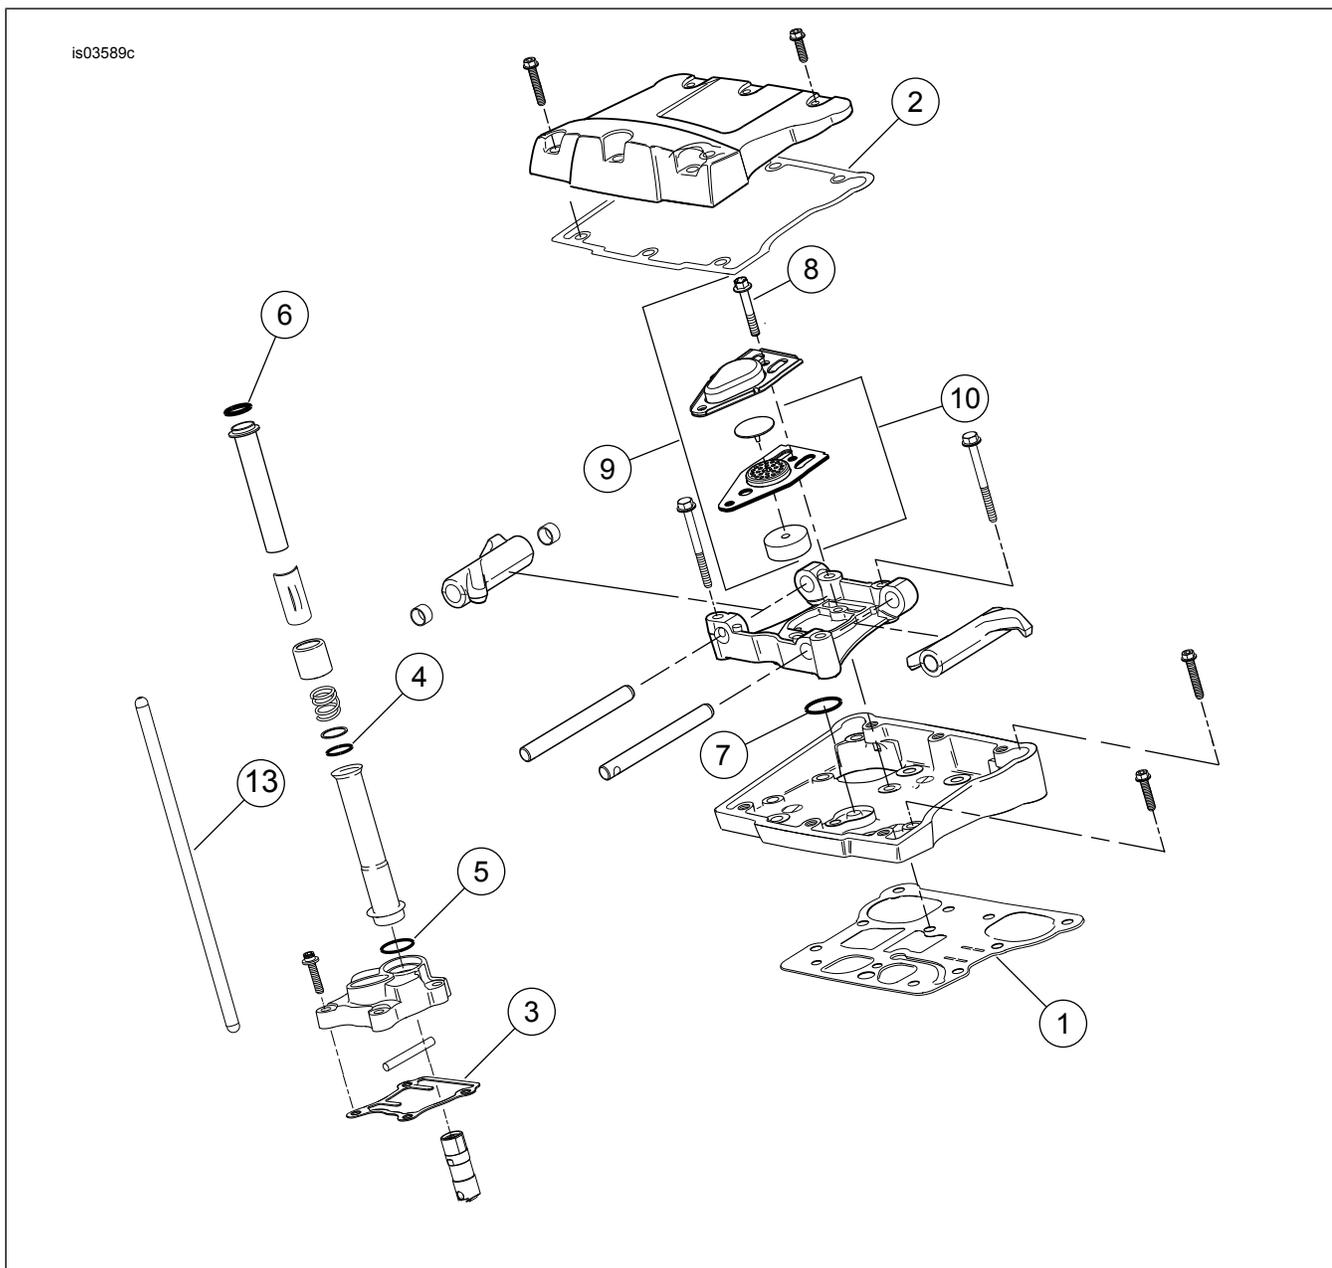
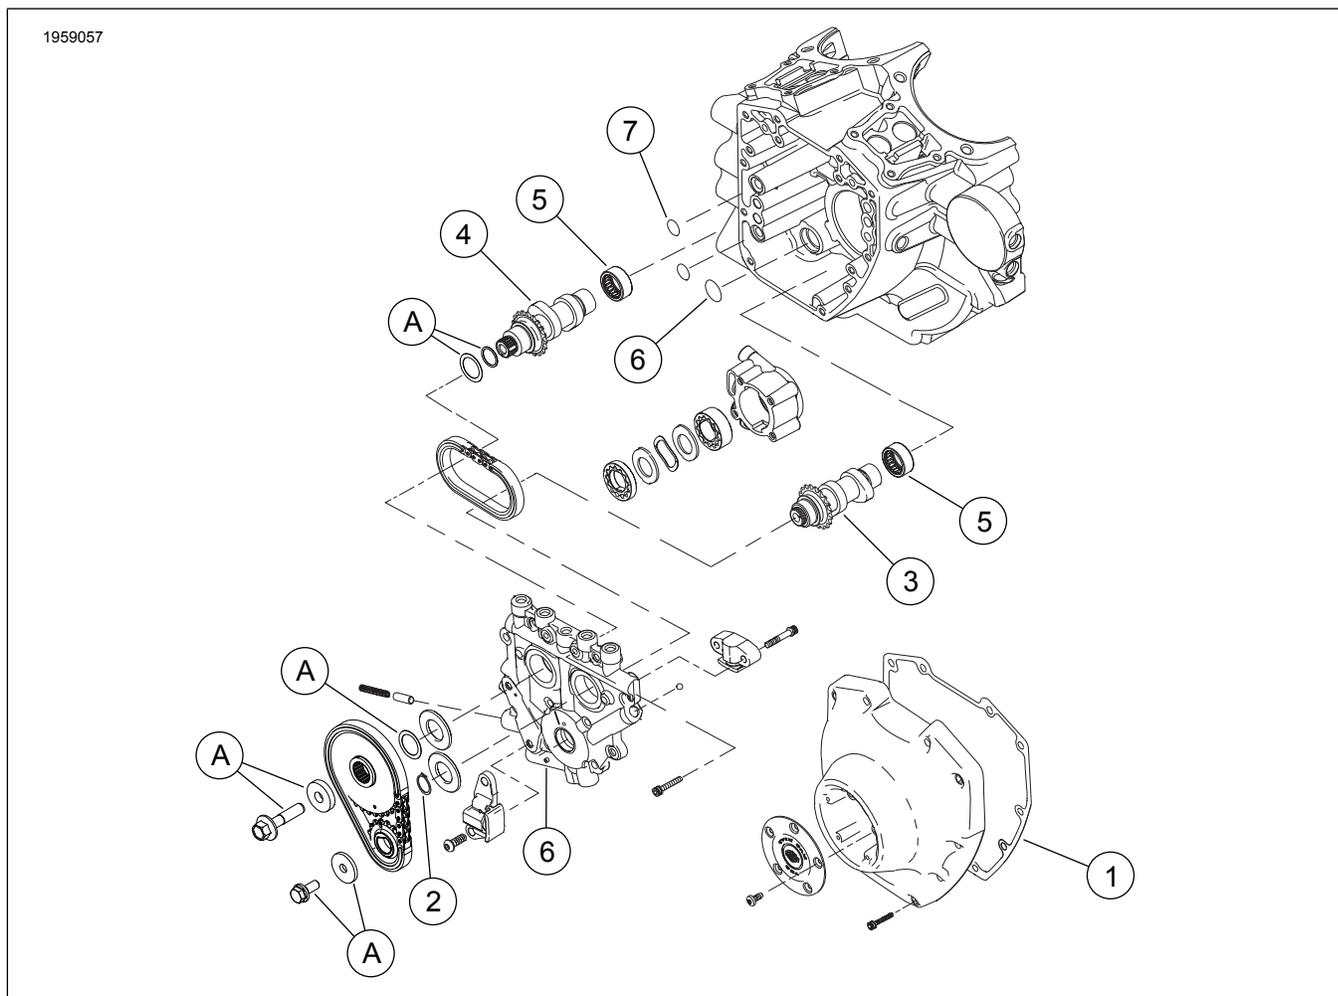

Figure 2. Pièces de rechange : Kit Stage 4 Screamin' Eagle Pro TC 103 (96 po. cu. à 103 po. cu.)
Figure 3. Pièces de rechange : Kit Stage 4 Screamin' Eagle Pro TC 103 (96 po. cu. à 103 po. cu.)
Voir Figure 2 à Figure 3, et Tableau 2 à Tableau 3.
1. Voir Figure 3 . Inspecter les roulements à aiguilles de l'arbre à cames (5) et les remplacer si nécessaire.
2. Voir Figure 2 à Figure 3. Monter les cames sur la plaque de came, les culasses performantes et la partie supérieure du moteur en utilisant les pièces du kit. Se reporter aux sections MOTEUR concernées dans le manuel d'entretien.